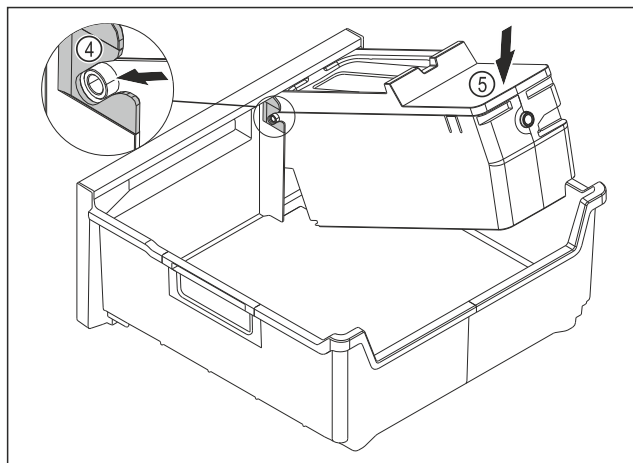

Fig. 82
- Montar el cuerpo del EasyTwist-Ice: Introducir los ejes del cuerpo del EasyTwist-Ice en las guías Fig. 82 (4).
- Presionar el cuerpo del EasyTwist-Ice Fig. 82 (5) hacia abajo por detrás.